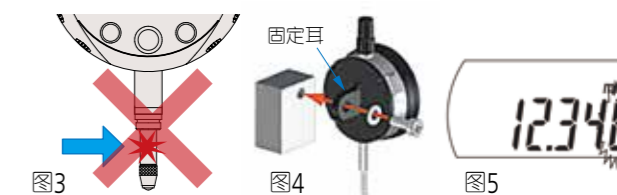

图3
1. 请勿剧烈摇晃测杆或向其施加横向的力，否则会影响动作和精度。(图3)
3. 在下死点(测杆降下的状态)指针位置(图2)偏移时，可能是测杆或内部发生损伤，不要自行拆解等，请拿到本公司修理。(图3)